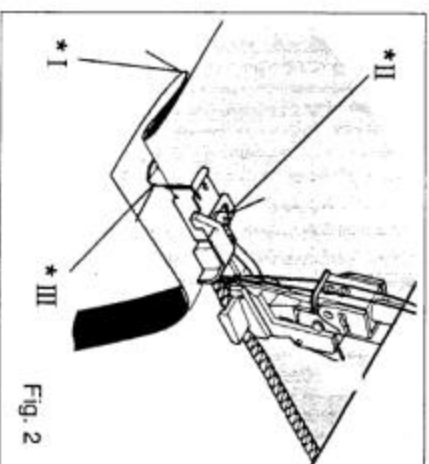
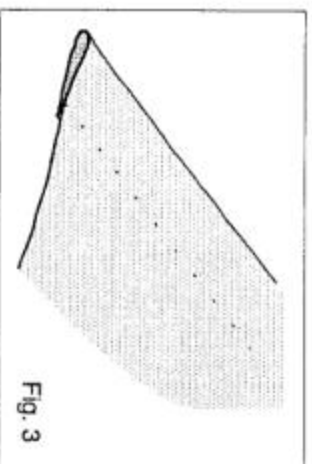

Fig. 2
Fig. 3
2. Place fabric under the presser foot with the 'wrong' side up. Feed the folded edge through the guide in the front of the foot and lower the presser foot lever. Try a stitch (or several stitches) on a spare piece of the actual fabric, and adjust the guide so that the needle just catches the fold. Adjust the guide by means of the small screw on the top of the foot - see Fig. 2.
3. When correctly set, sew the hem. The outside edge will be cut away by the machine - see also Fig. 2. After completion, open out and press again. The stitches should be almost invisible on the 'right' of the fabric - see Fig. 3.
2. Placer le tissu sous le pied presseur avec la partie envers en haut. Glisser le bord replié sous le guide à l'avant du pied et abaisser le pied presseur. Exécuter un seul point d'essai (plusieurs piqués) sur un échantillon du tissu à coudre, puis régler le guide de façon à ce que l'aiguille entre juste dans le pli de l'ourlet. Le guide se règle par une petite vis placée sur le dessus du pied presseur (voir Fig. 2).
3. Quand tout est bien réglé, coudre l'ourlet à vitesse stable et modérée. La partie extérieure sera coupée par la machine – voir aussi Fig. 2. L'ourlet terminé, ouvrir le tissu et le repasser encore. Les points doivent être pratiquement invisibles du côté endroit du tissu (voir Fig. 3).
Si es necesario ajustar la guía mediante el tornillo mostrado en la Fig. 2.
Cuando esté correctamente fijado, coser el pliegue, el borde exterior será cortado por la máquina (ver también la Fig. B). Después de coserlo, abrirlo, las puntadas serán prácticamente invisibles en el lado "derecho o anverso" del material (Fig. 3).
2. Porne il tessuto sotto il piedino pressore con il rovescio in alto. Alimentare il bordo piegato attraverso la guida sul fronte del piedino e abbassare la leva del piedino pressore. Provare un punto o più punti su un ritaglio di tessuto del tipo usato e regolare la guida in modo che l'ago incontri in modo giusto la piega. Regolare la guida per mezzo della piccola vite sulla parte alta del piedino (vedere fig. 2)
3. Quando correttamente regolato, cucire l'orlo. Il bordo esterno sarà tagliato dalla macchina. Vedere anche fig. 2. Dopo aver completato la cucitura, aprire e pressare di nuovo. I punti dovrebbero risultare quasi invisibili sul diritto del tessuto. Vedere fig. 3.
3. Als u tevreden bent over het naalmonster, start u met naaien. De buitenzijde van de naad wordt afgesneden Zie Fig. 2. Pers, na het naaien, de zoom plat. De steken moeten bijna onzichtbaar zijn op de goede kant van de stof. Zie Fig. 3.